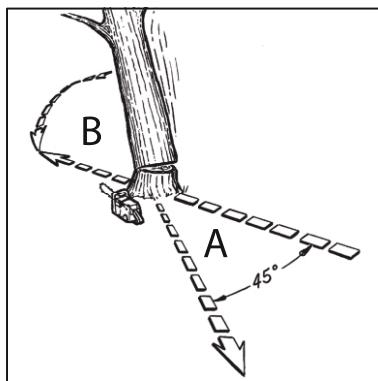

Рис. 11A
ПРЕДУПРЕЖДЕНИЕ: путь отступления (A) должен быть запланирован и очищен прежде, чем приступите к валке. Путь отступления выбирается наискосок от ожидаемой линии падения, как нарисовано на рис. 11A.